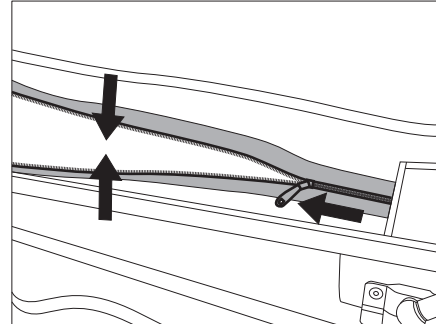

Bild 10 Reißverschluss entlasten
- ▷ Beim Schließen des Reißverschlusses Aufstelldach nach unten ziehen, damit der Reißverschluss nicht unter Spannung steht (Bild 10).